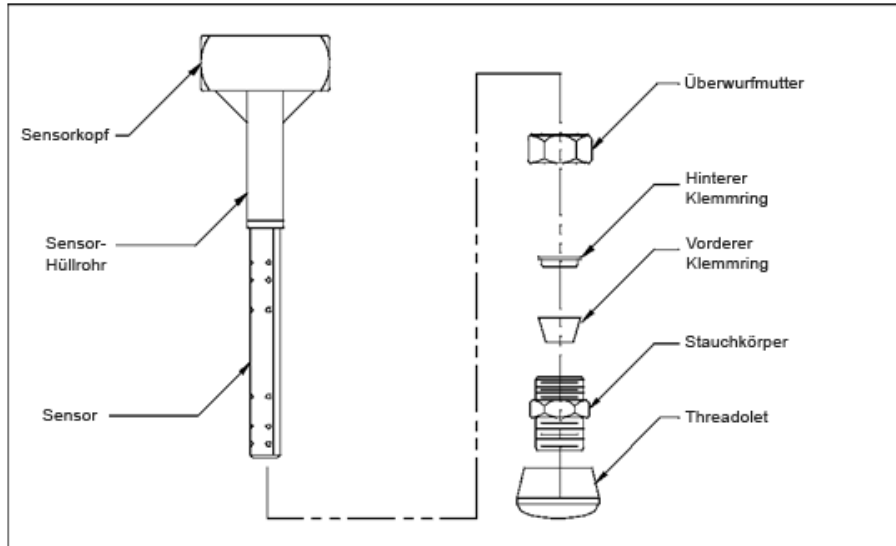

Abbildung 2. Verabar® Modell V100
- Bauen Sie den Sensor, die Überwurfmutter, den hinteren Klemmring, den vorderen Klemmring und den Stauchkörper locker bis handfest mit dem Threadolet zusammen, und setzen sie die Sensor-Baugruppe in das Rohr ein. Der hintere und der vordere Klemmring müssen in der richtigen Reihenfolge und Ausrichtung zusammengesetzt sein (wie in Abbildung 2).
- Die Überwurfmutter, den hinteren Klemmring, den vorderen Klemmring, auf das Schutzrohr schieben. **Der hintere und der vordere Klemmring müssen in der richtigen Reihenfolge und Ausrichtung zusammengesetzt sein (wie in Abbildung 2).** Der hintere Klemmring muss neben der Überwurfmutter angeordnet sein, wobei das schmale Ende auf den vorderen Klemmring zeigt. Das verjüngte Ende des vorderen Klemmrings muss auf den Stauchkörper zeigen.